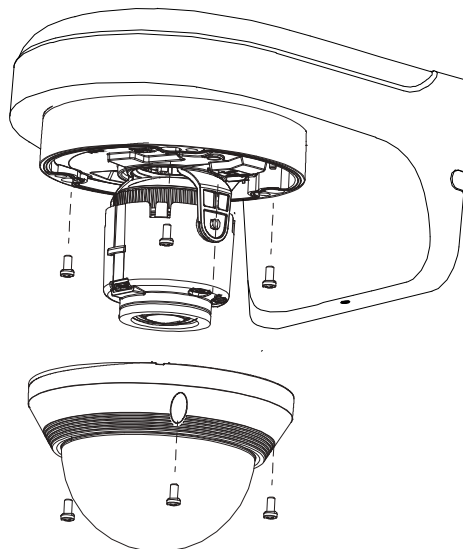

Рисунок 4.4 – Монтаж
10. Присоедините купол видеокамеры и затяните фиксирующие винты (Рисунок 4.4).